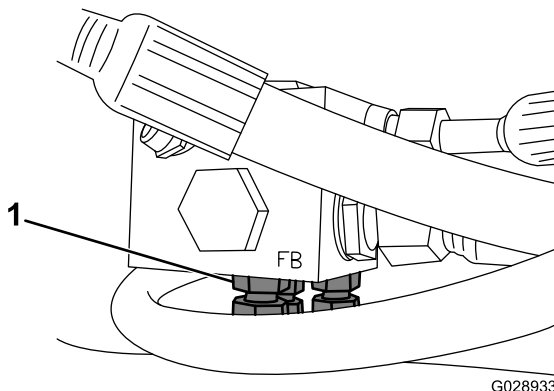

Figure 1
3. Débranchez les flexibles (1/4 po) des plateaux de coupe central, droit et gauche au bas du collecteur de retour (Figure 1).